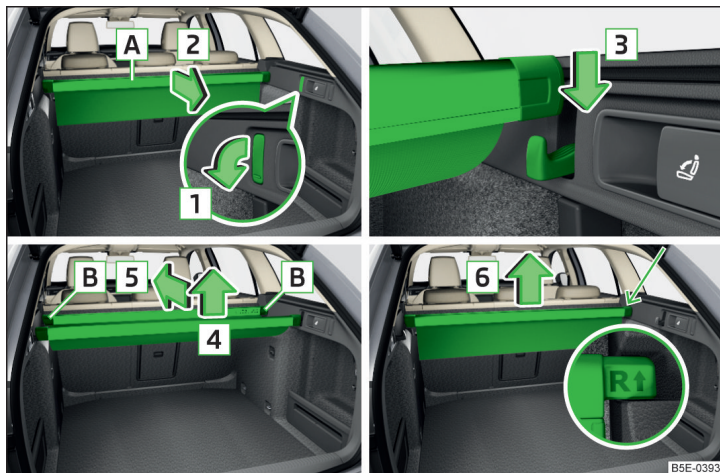

Fig. 137 Bolsa multifunción: retirar/colocar/introducir/extraer
- Pliegue hacia abajo los ganchos delanteros en ambos laterales del maletero en sentido de la flecha **1** » fig. 137.
- Retirar la regleta trasera del gancho en el sentido de la flecha **4** e introducir el bolso en el sentido de la flecha **5** » fig. 137.
- Sacar la bolsa de los alojamientos en el sentido de la flecha **6** » fig. 137.